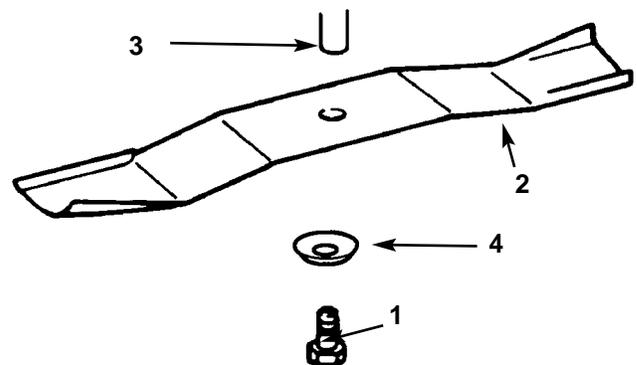

Bild 36
3. Die Schraube (5/8" Maulschlüssel), Wellenscheibe und das Messer entfernen (Bild 36). Zwischen Messer und Mäher kann ein Holzklötz eingeklemmt werden, um das Messer zu sperren, wenn die Schraube entfernt wird.
1. Messerbalken, Halblech, Konkavscheibe (konkave Seite zum Messerbalken) und die Messerbalkenschraube montieren (Bild 36).